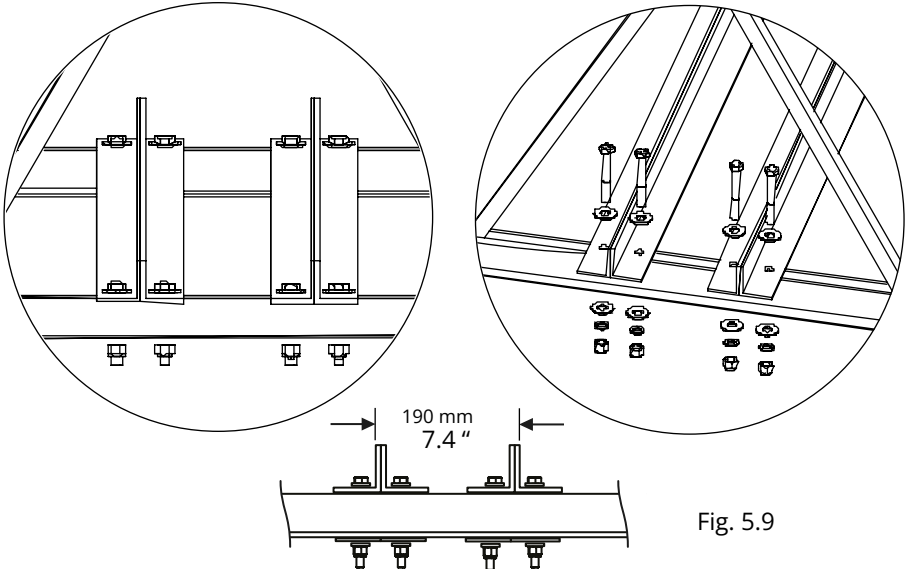

Fig. 5.9
- d) **Perfiles Angulares Dobles:** Coloca los perfiles angulares con los agujeros de instalación del ventilador en el interior, uno frente al otro (Fig. 5.9).